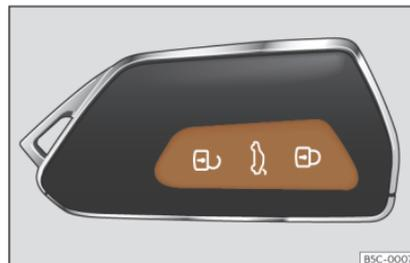

Fig. 75 Chiave con telecomando: tasti.
- Blocco: premere il tasto  » **fig. 75** .